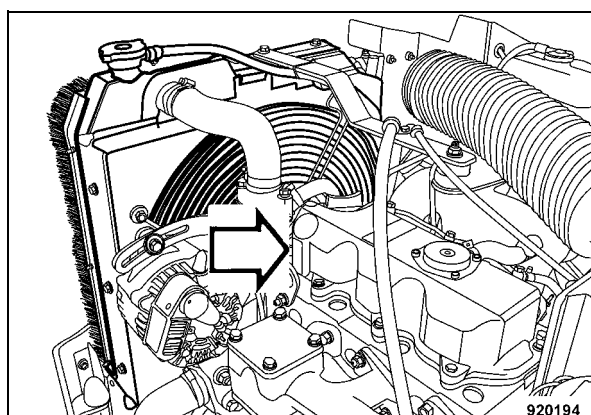

Fig. 117
- Smontare il coperchio della testata cilindri (Fig. 117).